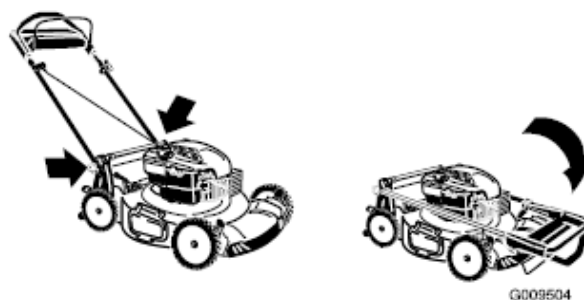

Figure 31
3. Uchwyt obrócić do przodu (Fig. 31).